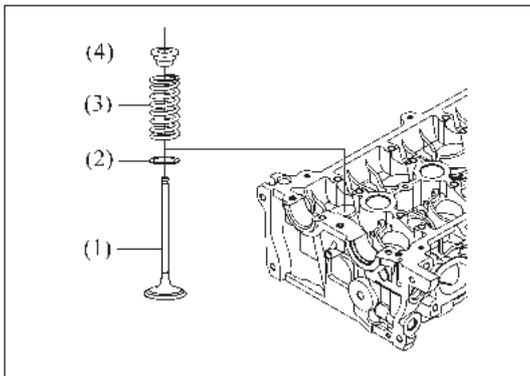
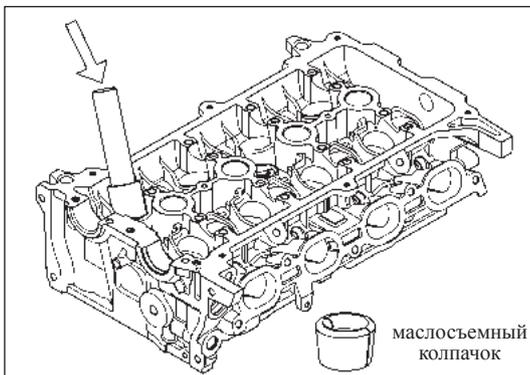

Рис. 12-3-36. Установка клапана
Рис. 12-3-37. Установка сухарей клапанов
- в) Установить последовательно следующие детали, как изображено на рис. 12-3-36.
- ① Клапан.
- ② Прокладка пружины клапана.
- ③ Пружина клапана.
- ④ Чашка пружины клапана.
- г) Сжать пружину клапана специальным приспособлением (СИП) и установить 2 сухаря на шток клапана, как изображено на рис. 12-3-37.